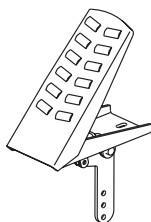

Figure 13. Pédale de commande de la vitesse des lames
1. La pédale (figure 13) commande uniquement la vitesse des lames. La position de la pédale détermine la vitesse des lames. Pour que les lames tournent lentement, il suffit d'enfoncer légèrement la pédale. Pour atteindre la vitesse maximum des lames, la pédale doit être complètement enfoncée.